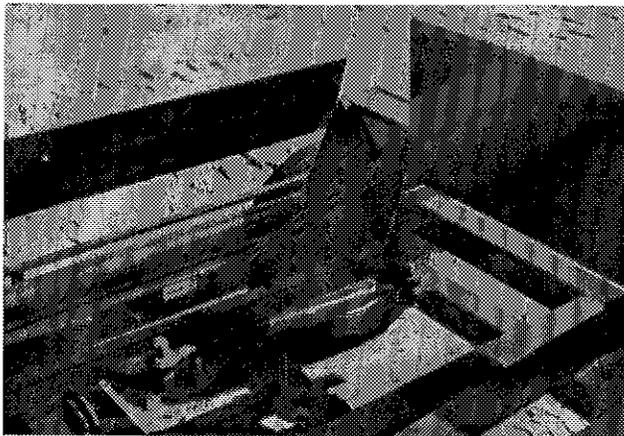

Figure 37
- 2) Si le SilaTube a tendance à toujours tourner sur le même côté, vous pouvez ajuster la direction des roues à l'aide de la barre d'ajustement. (fig. 37)